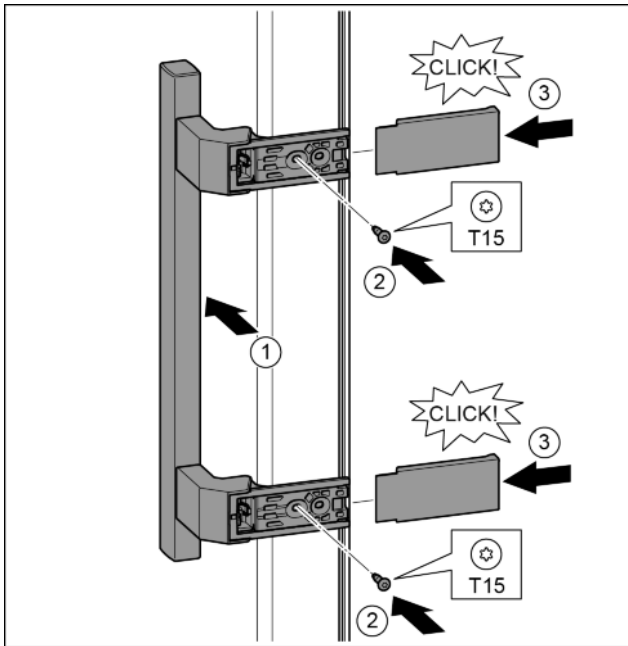

Fig. 16
- ▶ Greep op de tegenoverliggende zijde aanbrengen. Fig. 16 (1)
- ▶ Schroeven met schroevendraaier T15 vastschroeven. Fig. 16 (2)
- ▶ Afdekkingen zijdelings aanbrengen en erop schuiven. Fig. 16 (3)